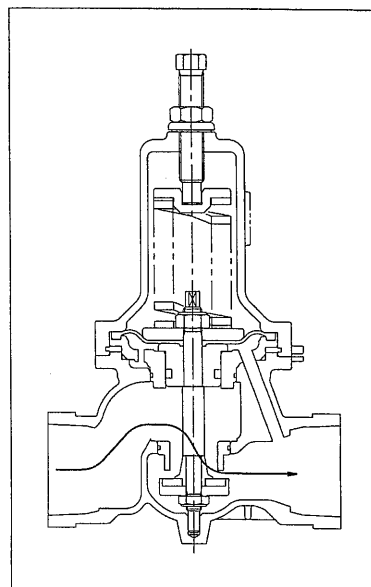

図 2
- 3.1 水を流さない状態では、調節ばね (17) の弾力と弁棒 (15) などの自重によって、弁体 (4) は弁座 (5) から離れ開弁しています。水を流しますと、水は弁体 (4) と弁座 (5) の間から二次側へ流れ出します。(図 2 参照)